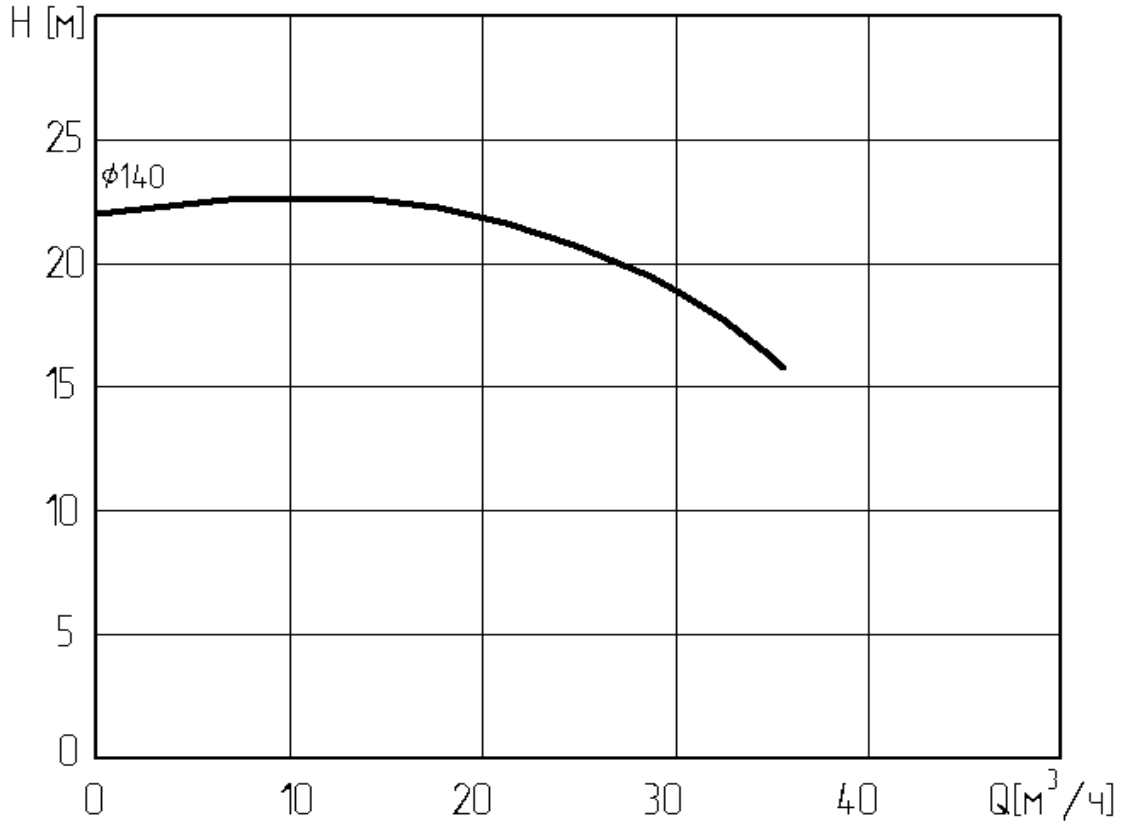

Рис. 1 Рабочие характеристики насоса «Иртыш»:
2.5. Рабочие характеристики насосов (рис. 1 – 8):